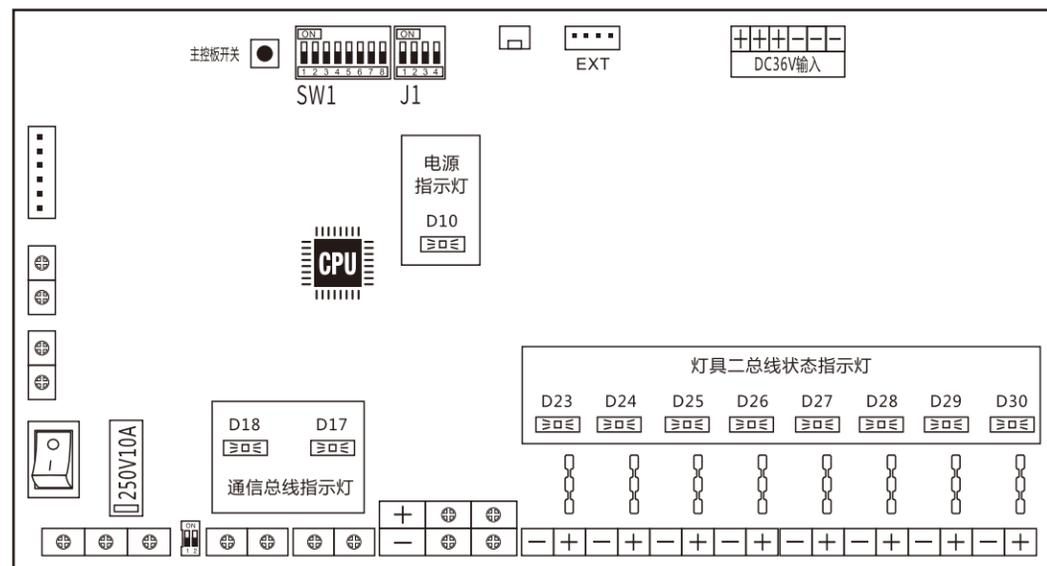

图36
E：表示 CPU 芯片版本日期(见图36)
F：表示 CPU 芯片版本日期(见图36)
(2)、主控模块指示灯(见图36)
(3)、拨码开关的使用（见图36）（说明：如线路板中已取消此开关，则请忽略该项操作说明。）